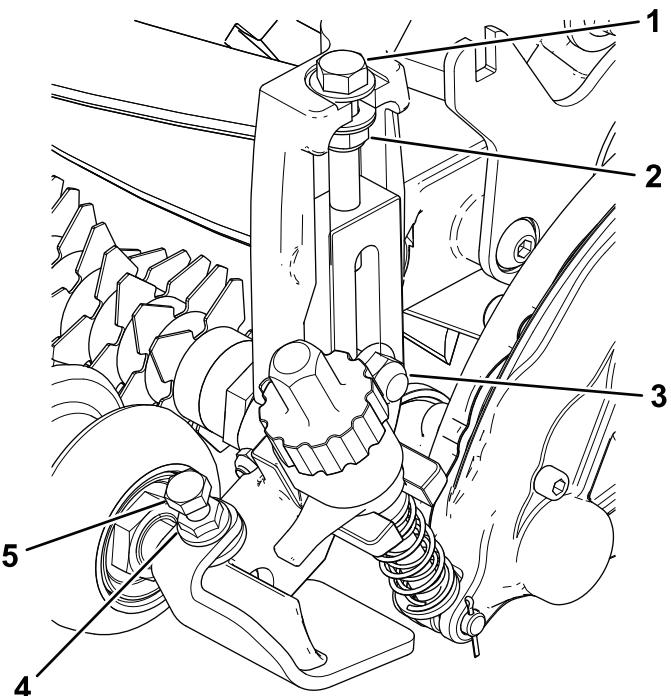

図 12
5. 刈高調整ボルトについているロックナットを締めつけ、締め付け位置から $\frac{1}{2}$ 回転戻す図 12。
6. 前ローラを、左右の刈高ブラケットの中間にセッタし、キャップスクリュとフランジナットで固定する図 12。